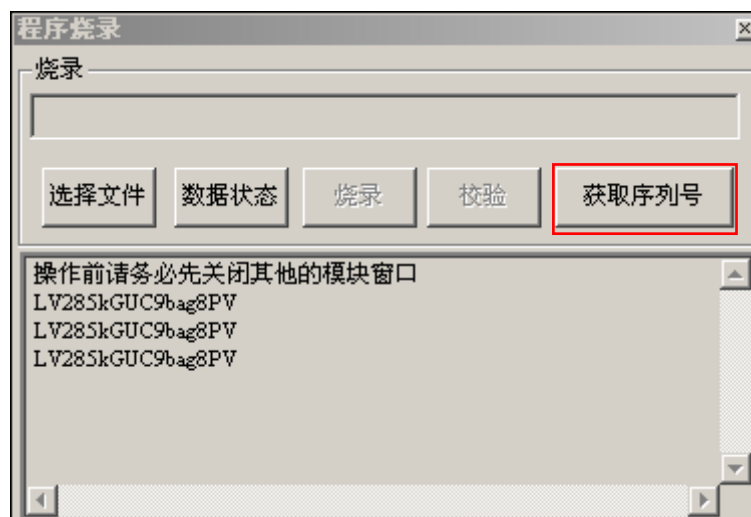

图 4-23 固件升级对话框
- (2) 在 MCT2008 软件主界面点击菜单“工具”->“程序烧录”，将会弹出程序烧录对话框，如图 4-23 所示。